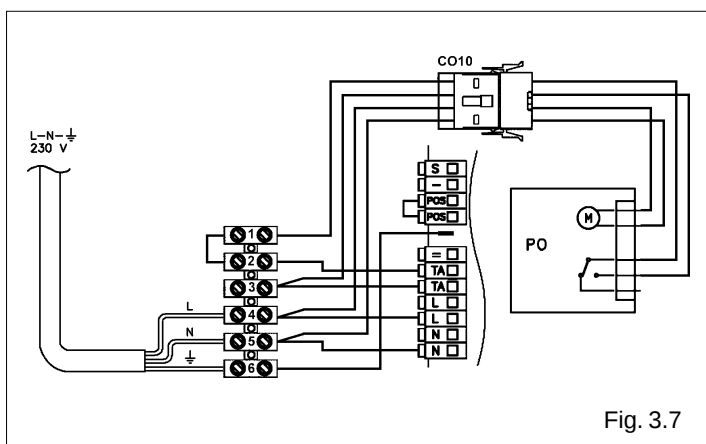

Fig. 3.7
- conectar los cables eléctricos a los correspondientes bornes de la manera ilustrada en los esquemas (fig. 3.7 - 3.8)
- conectar el programador horario acoplando el conector macho al correspondiente conector hembra presente en el interior del cuadro de mandos (CO10) (fig. 3.7 - 3.8).
⚠ Si se prevé el montaje del programador horario sin el termostato ambiente desplazar el puente desde los bornes 2-3 hasta los bornes 1-2 (fig. 3.7).